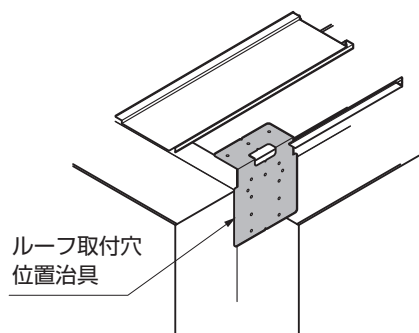

图 11-33
- ルーフ取付穴位置治具の折り曲げ部を樋の入隅部に突き当てると正確に位置出しができます。(図11-33参照)